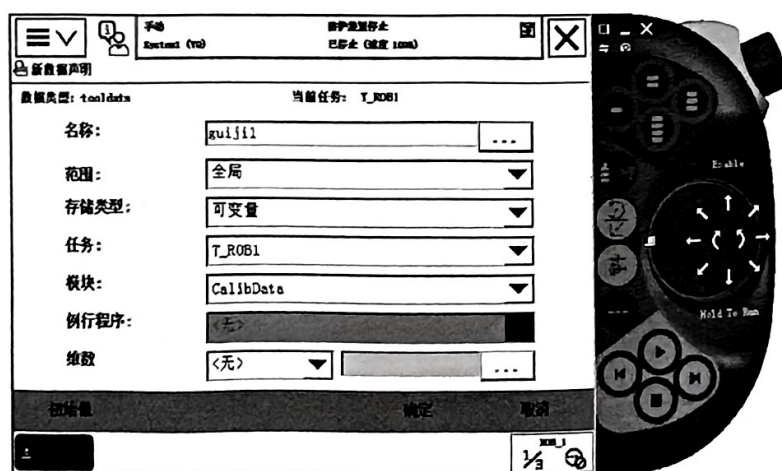

图 2-89 步骤 6)
6) 新建名称为 guiji1 的工具坐标，其余设置如图 2-89 所示，然后单击“初始值”。